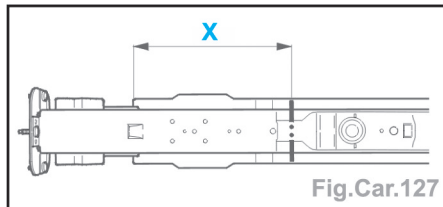

Fig.Car.127
- Tracer, puis découper (coupe définitive) (Fig.Car.127).